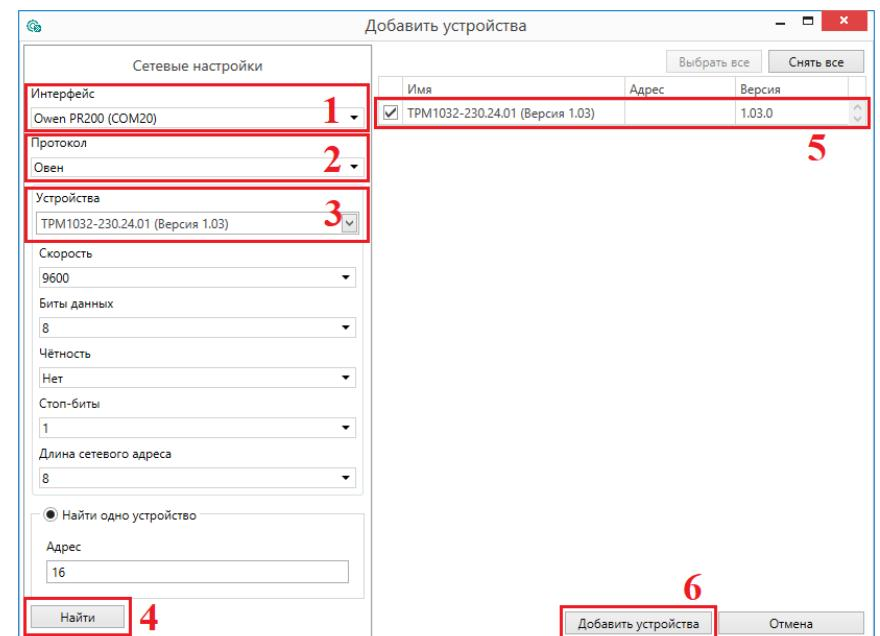

Рисунок 5.2 – Настройки связи с устройством
6. Выбрать интерфейс «Устройство с последовательным интерфейсом USB» (см. рисунок 5.2, 1). Номер COM порта, присвоенный прибору можно узнать в Диспетчере устройств Windows.
7. Выбрать протокол **ОВЕН** (см. рисунок 5.2, 2).
8. Выбрать устройство (Пункт 3 на рисунок 5.2). Модификация прибора указана на боковой стороне прибора.
9. Выбрать «Найти одно устройство», если добавляется один прибор. Запустить поиск нажатием на кнопку «Найти» (см. рисунок 5.2, 4).
10. Выделить найденное устройство (см. рисунок 5.2, 5).
11. Добавить устройство в проект Конфигуратора по нажатию кнопки «Добавить устройства» (см. рисунок 5.2, 6).
1. Нажать на кнопку **Обновить устройство** в контекстном меню выбранного устройства или в главном меню. Откроется диалоговое окно для смены встроенного ПО устройства. Допускается обновление одного или нескольких устройств. Устройства следует выделить в области устройств (см. рисунок 5.2, 5) и выбрать **Обновить устройство** в контекстном меню или главном меню.